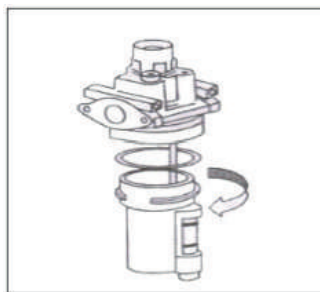

Fig. 27
- Periodicamente, verifique o nível do óleo lubrificante no dispositivo do Lubrifil. Se o nível de óleo estiver mais baixo do que a escala do óleo, adicione mais óleo lubrificante SAE10 (óleo de máquina/óleo singer) em tempo (Fig 27)